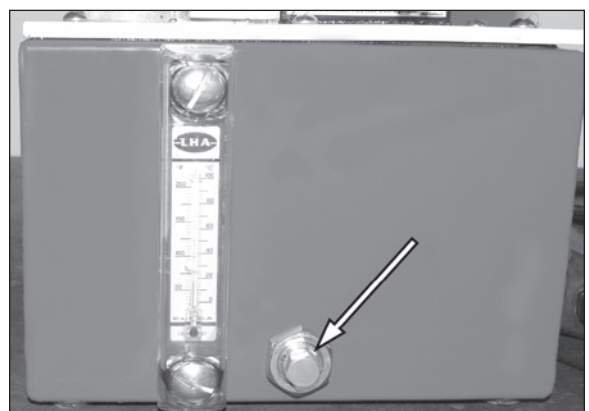

Figura 51.
1. Consulte la Figura 51. Retire el tapón de drenaje y drene el líquido desde el tanque.